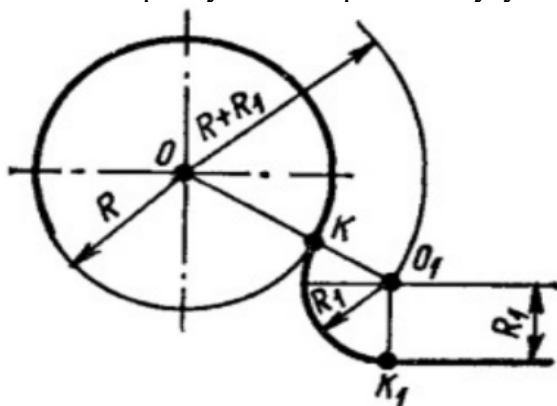

Рис. 2. Внешнее сопряжение окружности с прямой линией
1. Провести две линии центров параллельно каждой на расстоянии, равном радиусу R дуги сопряжения (рис. 2). Точка их пересечения будет центром дуги сопряжения.
Внешнее касание: (рис. 2):